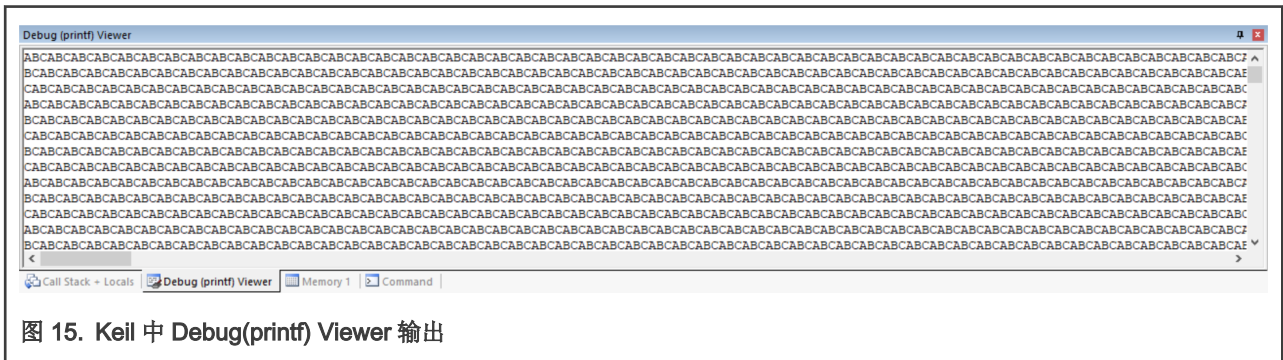

图 15. Keil 中 Debug(printf) Viewer 输出
6. 下载并调试程序，点击 **View -> Serial Window -> Debug(printf) Viewer**。然后全速运行程序，ITM 输出信息如图 15 所示。